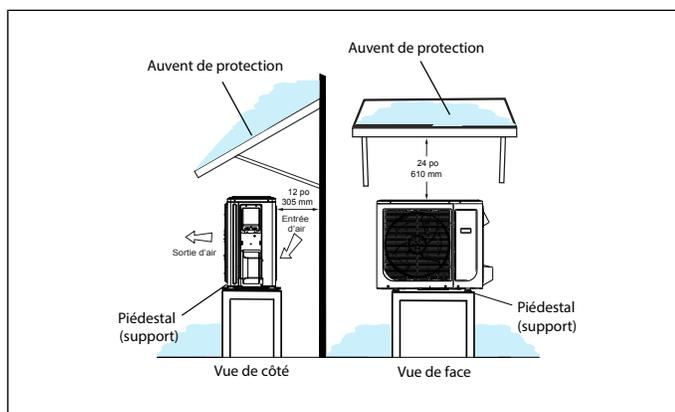
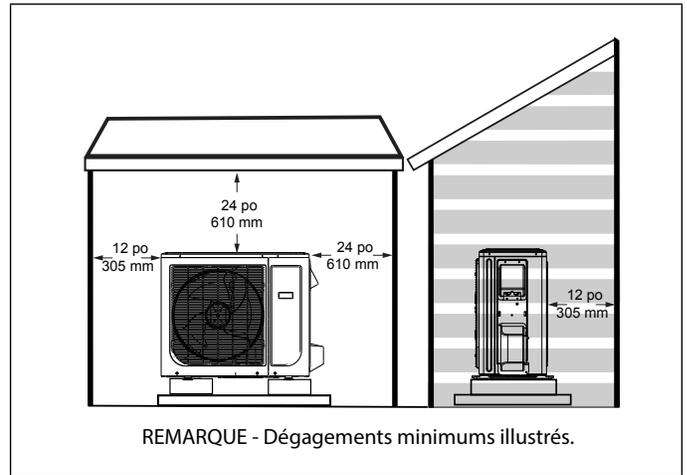

Figure 6. Unité extérieure sur piédestal et sous auvent de protection
Figure 11. Abri de style niche à chien
- Il est suggéré de construire un auvent ou un abri si l'unité extérieure est exposée toute la journée directement aux rayons du soleil avec des températures dépassant 100 °F (38 °C). Cela est nécessaire à cause de l'arrêt de sécurité de protection de l'électronique réglé à 122 °F (50 °C). Si l'unité extérieure est exposée aux rayons directs du soleil, ce contacteur peut activer la sécurité et arrêter l'unité. Un auvent est recommandé comme illustré à « Figure 6. Unité extérieure sur piédestal et sous auvent de protection » à la page 21 ou « Figure 11. Abri de style niche à chien » à la page 22.
- Installer l'unité extérieure à l'écart des porte-à-faux des toits pour empêcher l'eau ou la glace de tomber sur ou devant l'échangeur ou l'unité. Construire un auvent comme illustré à la « Figure 6. Unité extérieure sur piédestal et sous auvent de protection » à la page 21.
- L'unité extérieure peut être installée dans un abri de style niche à chien comme illustré à la « Figure 11. Abri de style niche à chien ».